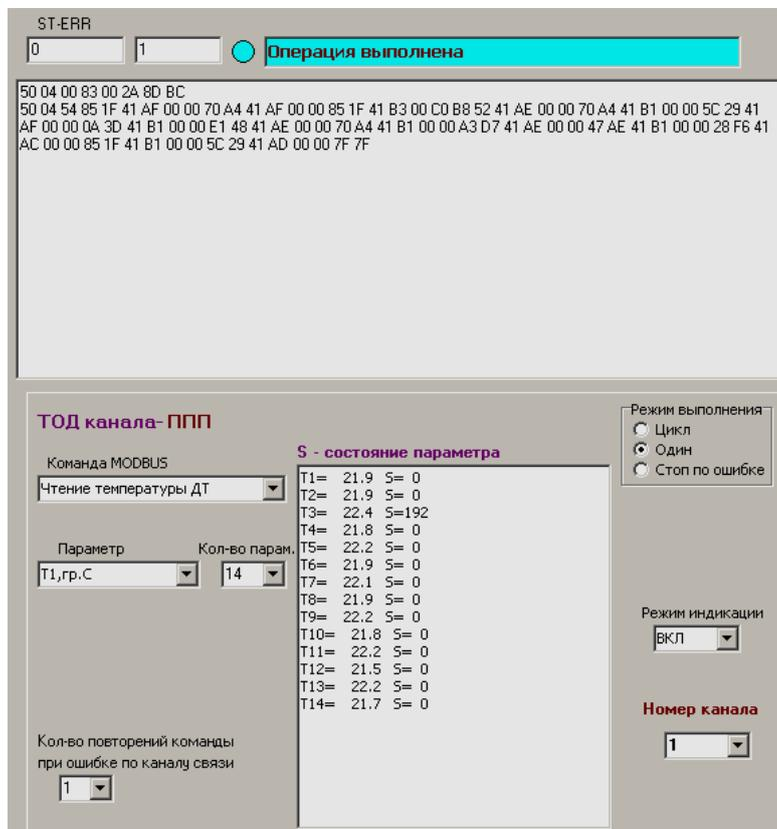

Рисунок 7.11
7.1.9.3 «Чтение температуры ДТ». Команда используется для чтения значений температур точечных ДТ. При выборе команды на форме отображаются дополнительные параметры «Параметр» и «Кол-во парам.». Значение «Параметр» определяет начальный параметр для чтения, «Кол-во парам.» - количество параметров для чтения. В ППП может быть до 21 ДТ. «Параметр» «Т1, гр.С» - значение температуры 1-го ДТ и т.д. Если начальный «Параметр» равен «Т1, гр.С», то максимальное количество параметров для чтения в соответствии с КШЮЕ.421451.002ПО равно 14 (рисунок 7.11). При этом последний читаемый параметр «Т14, гр.С». Количество 14 соответствует чтению 42 регистров. Если начальный «Параметр» равен «Т15, гр.С», то максимальное количество параметров для чтения равно 7, в противном случае Slave формирует ответ-исключение.